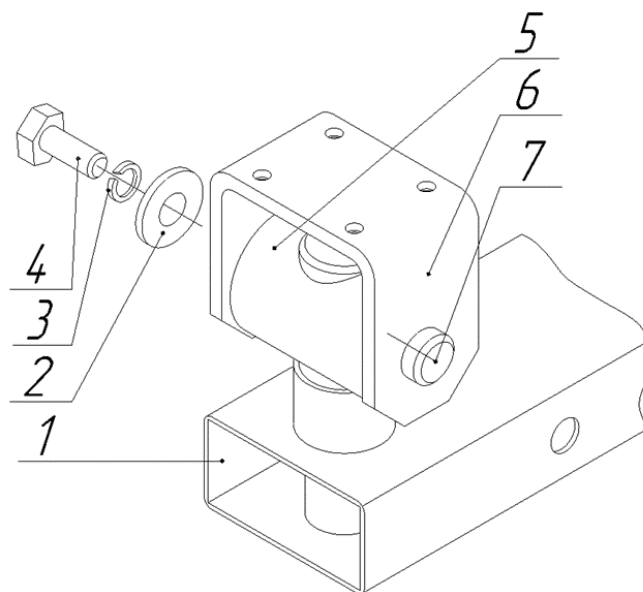

Рисунок 6 - Конструкция устройства крепления блоков извещателя при помощи поворотного устройства на кронштейне КМ1.
- 1.4.2.3. Устройство юстировочного узла показано на рисунке (Рисунок 6). Устройство позволяет отдельно регулировать приемопередатчик как в вертикальной, так и в горизонтальной плоскости. Для осуществления юстировки извещателя следует ослабить болт, фиксирующий поз. 4, а после завершения операции – затянуть.